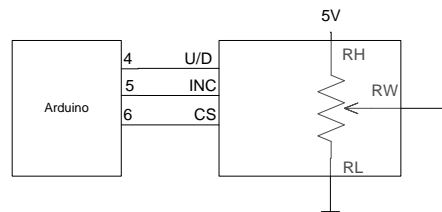

Figura 3. Conexión del potenciómetro digital con Arduino.
1. Conecte el potenciómetro digital como se indica en la figura 3, mida el voltaje en el wiper con el osciloscopio. Empleando el programa base implemente el control del potenciómetro con la tarjeta Arduino. Compruebe el funcionamiento. Enviando un comando "0,x" se coloca el wiper en el nivel 0, por lo que en el wiper se medirá 0V. Un comando "1,x", incrementa el valor del wiper y un comando "2,x" lo decremента. La 'x' puede ser 0 o un valor indistinto. Experimente con los comandos adicionales: "3,n" para incrementar n pasos la resistencia, "4,n" para decrementar n pasos la resistencia, "5,n" para fijar la resistencia en el nivel n y "6,x" para fijar la resistencia máxima.